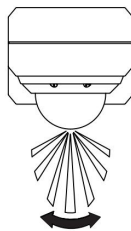
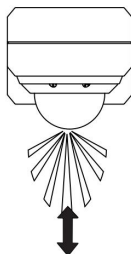

Figure 1B
Figure 1C
• La zone de surveillance du détecteur de mouvement peut varier légèrement en fonction de la hauteur et de l'emplacement de montage ainsi que de la température ambiante. Avant de choisir un emplacement d'installation pour votre détecteur de mouvement, veuillez noter que le capteur réagit avec une plus grande sensibilité aux mouvements dans la zone surveillée (voir Fig. 1B) qu'aux mouvements directement vers le capteur ou loin du capteur (voir Fig. 1C).